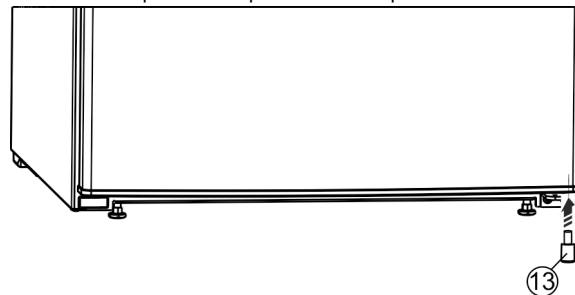

Fig. 26 *
- ▶ Поставете отново дистанционния елемент Fig. 26 (13) долу вдясно във вратата, защото това е важно за стабилността на уреда.*